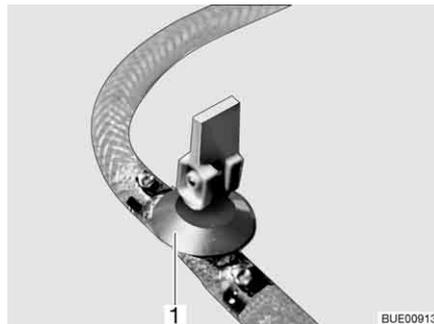
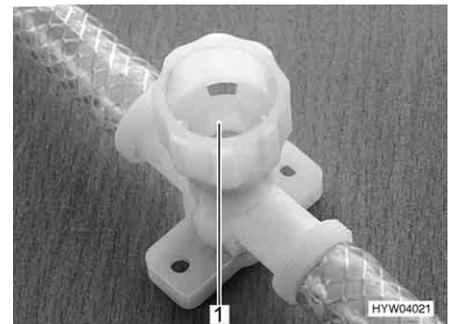

Fig. 168 Rubinetto di scarico (con leva a bilancere)
Fig. 169 Rubinetto di scarico (con tappo a vite)
- Chiudere tutti i rubinetti di scarico. Mettere la leva a bilanciere del rubinetto di scarico (Fig. 168,1) orizzontale o chiudere il coperchio del rubinetto di scarico (Fig. 169,1) in senso orario.